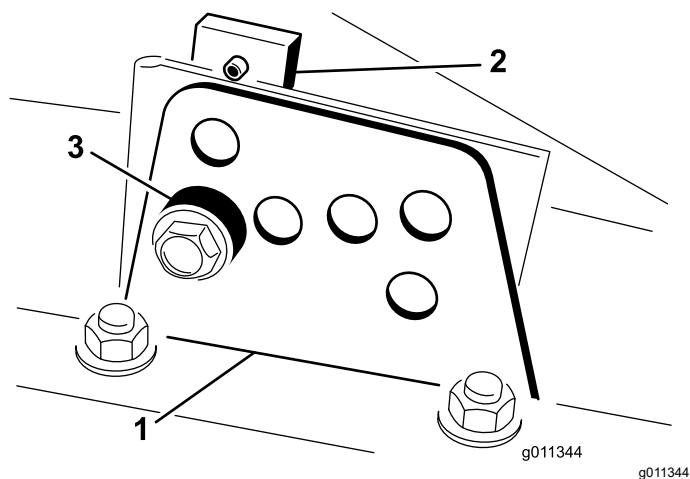

Рисунок 22
4. Удерживая камеру, снимите проставку (Рисунок 22).
2. Ослабьте болт, который крепит каждый кронштейн высоты скашивания к пластине регулировки высоты скашивания (с передней и боковых сторон), как показано на Рисунок 22.